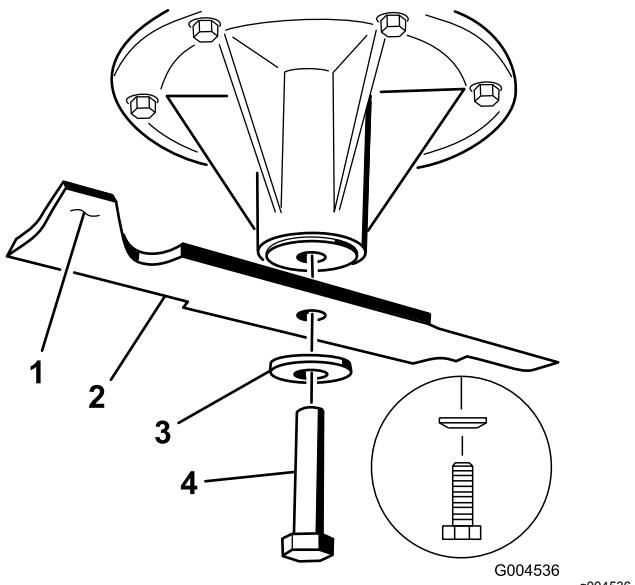

Bild 91
2. Nehmen Sie die linke und mittlere Messerschraube, die Wellenscheibe und das Messer von der Spindelwelle ab (Bild 91).
3. Feilen Sie, wenn das Schnittmesser nicht ausgewuchtet ist, vom Flügelbereich des Messers etwas Metall ab (Bild 91).